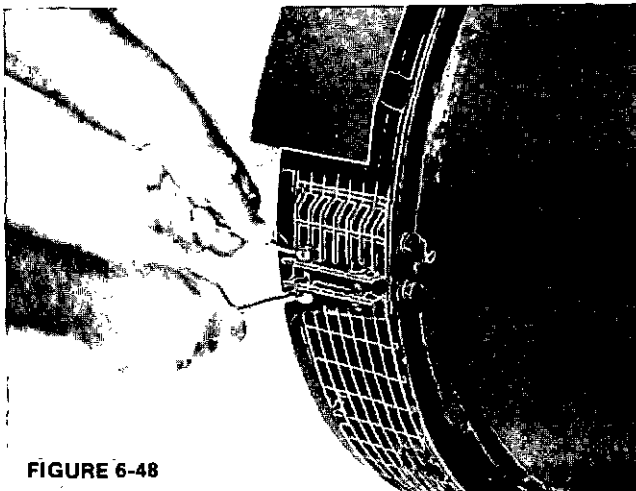

FIGURE 6-48
- 2.a. Pour les alternateurs monophasés, si la grille est montée sur la bride, la démonter (figure 6-48) (NOTE : Ne pas enlever la tôle de protection si la grille en possède une). Mettre deux tiges de guidage dans le volant moteur et deux dans le carter volant. Ajuster la position de l'alternateur jusqu'à ce que les disques flectors s'engastrent dans le volant. Enlever les tiges de guidage et fixer les disques avec des vis de grade 8 et des rondelles traitées bloquantes ou des vis bloquantes de grade 8 et des rondelles. Serrer avec le couple indiqué en section 12.